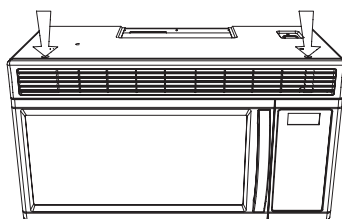
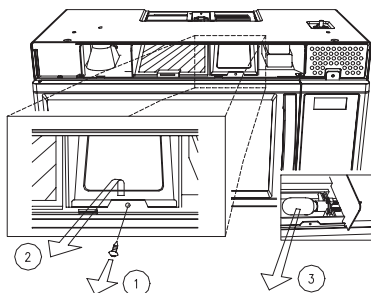

FIGURE 3
FIGURE 4
2. Retirez la grille supérieure en retirant les 2 vis qui la maintiennent en place. (Voir Figures 3.)
3. Retirez une vis (1) pour le cache de la lampe.
4. Retirez le couvercle de la lampe. (Voir Figure 4.)
7. Remettez le cache de la lampe en place puis fixez-le à l'aide de la vis (1).